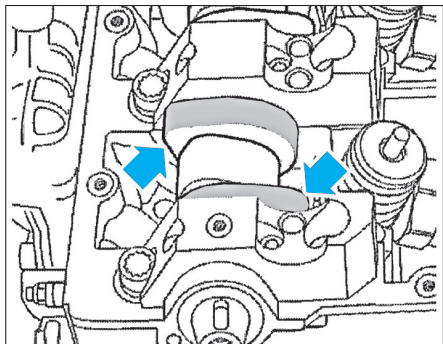

Fig. 44
Tourner l'arbre à cames par la vis de fixation du moyeu de la roue dentée pour placer le sommet des cames du cylindre n°1 (côté distribution) vers le haut (Fig.44).
- Mettre en place l'arbre à cames huilé, cône côté distribution et sommets des cames du cylindres n°1 vers le haut (Fig.44).